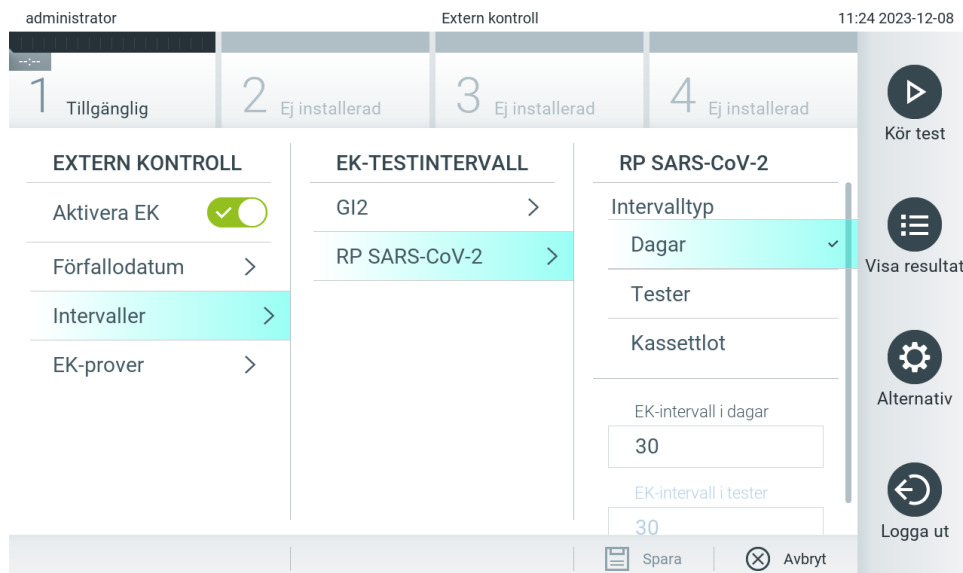

Bild 77. Skärmen External Control Intervals (Extern kontroll-intervaller).
8. Välj **Intervalls** (Intervaller) och därefter en analys från listan för att konfigurera intervallerna efter. En påminnelse visas för att påminna användarna om att ett test för extern kontroll måste utföras för den valda analysen om intervallerna har passerat (bild 77).